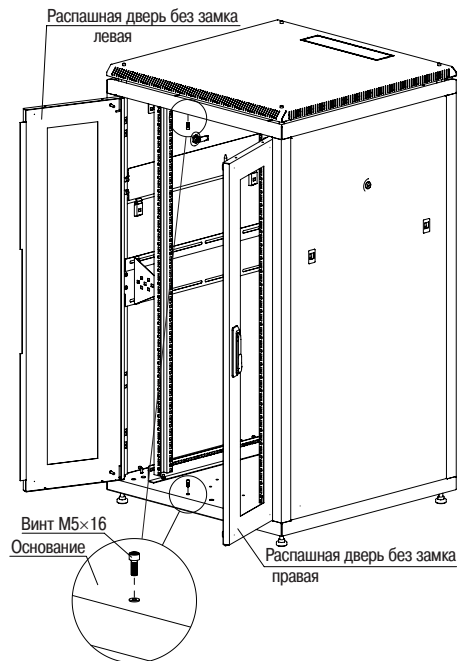

Рисунок 14 – Установка распашных дверей
3.3.6* Для установки распашных двухстворчатых дверей (рисунок 14) требуется повторить 3.3.1–3.3.4.
ВНИМАНИЕ: ДЛЯ ПРЕДОТВРАЩЕНИЯ ПОВОРОТА РАСПАШНЫХ ДВЕРЕЙ ВНУТРЬ ШКАФА В ПОСАДОЧНЫЕ МЕСТА НА ОБОИХ ОСНОВАНИЯХ НЕОБХОДИМО ВКРУТИТЬ ДВА ВИНТА М5×16 (РИСУНОК 14). ВОЗМОЖНОСТЬ МЕНЯТЬ РАСПАШНЫЕ ДВЕРИ МЕСТАМИ НЕ ПРЕДУСМОТРЕНА.